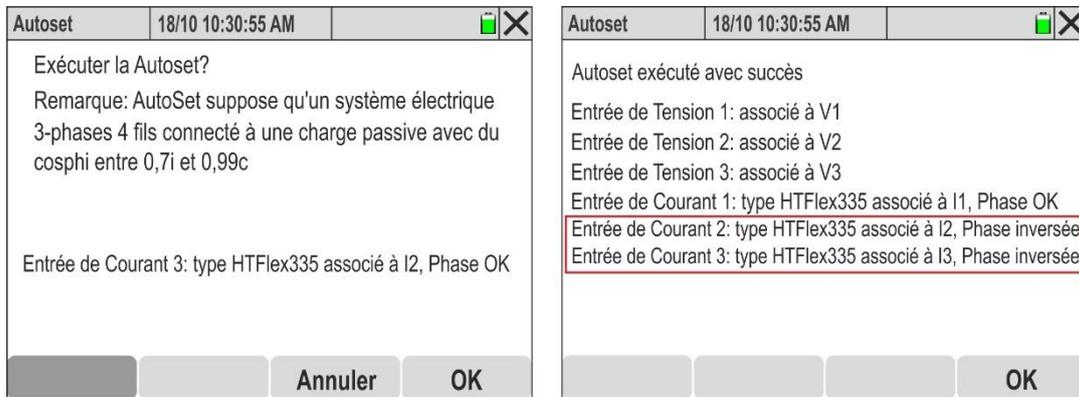

Fig. 74: Exécution Autoset avec erreurs de connexion (pinces inversées)
10. La Fig. 74 – partie droite illustre un exemple dans lequel la fonction Autoset a détecté et **résolu automatiquement** la présence d'une différence de phase incorrecte entre les tensions et les courants sur les phases L2 et L3 en raison d'une **connexion incorrecte des pinces de courant (pinces 2 et 3 inversées sur les conducteurs respectifs)**